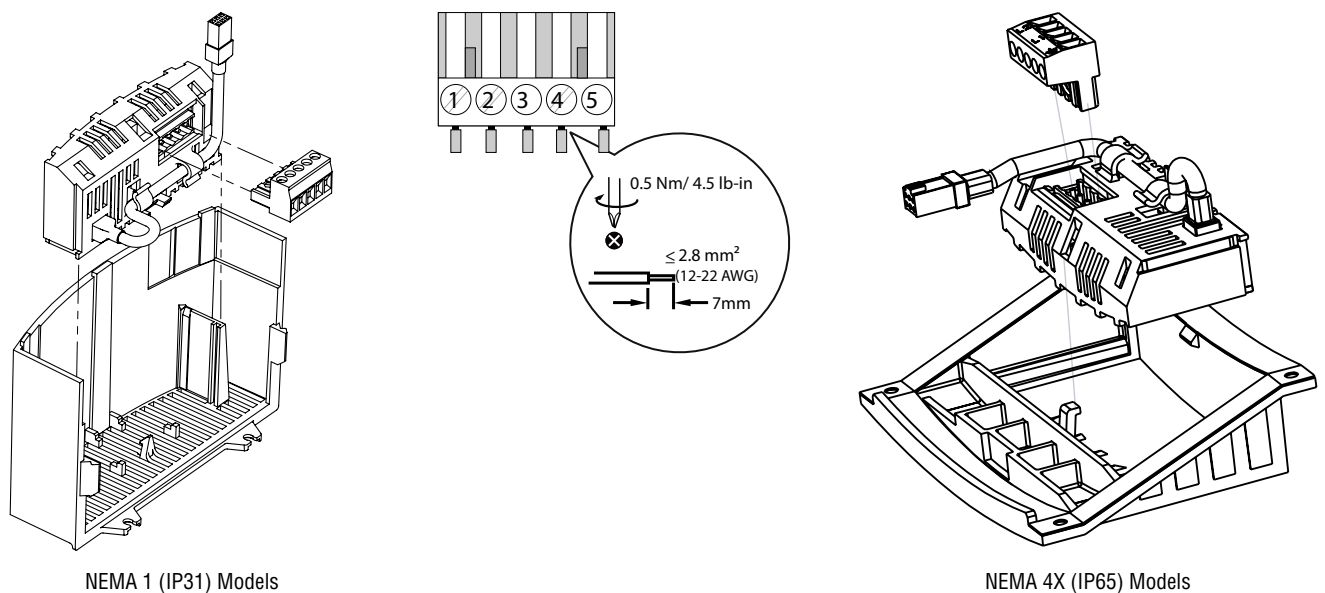

Figura 2: instalación del módulo de comunicaciones DeviceNet
2. Inserte el módulo de la opción DeviceNet en la cubierta del terminal y presione hasta oír “click” en posición según lo ilustrado en la Figura 2.